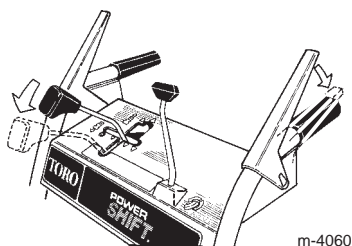

Bild 21
- Bewegen Sie den Fahrtriebshebel ganz nach vorne in die Position Power Shift und lassen Sie ihn dort (Bild 21).
- Kuppeln Sie den Fahrtriebshebel ganz ein, um die Räder in die andere Position zu bringen (Bild 21 und 22).